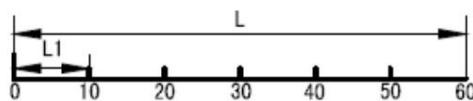

Figure 1
1. Prenez le point zéro mécanique de la règle comme point de départ (figure 1).
Entrez le nombre de segments si la compensation avec point de départ mécanique est définie comme sur la figure 1.
- Méthode A. (point zéro de départ gauche) démarre comme indiqué sur la figure 1 à gauche. Appuyez sur [ENTER] pour sélectionner cette option. (point zéro mécanique en mode ABS) l'utilisateur peut trouver le point de référence (point zéro) avec le bouton [REF]. Une fois le point de référence atteint, l'écran suivant s'affiche automatiquement.